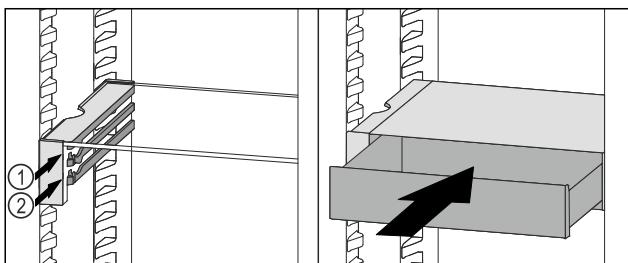

Fig. 96
- Stavite ladicu VarioSafe ukoso iza zaustavljača na željeni žlijeb Fig. 96 (1) ili Fig. 96 (2).